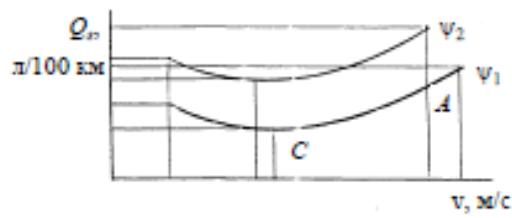

Рис. 9. Экономическая характеристика автомобиля
8. Проводят построение экономической характеристики автомобиля для заданных дорожных условий  $Q_s = f(v)$  (рис. 9).